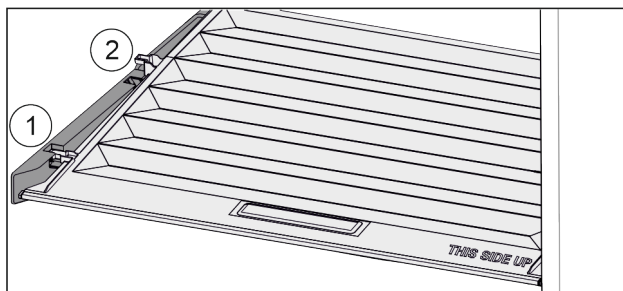

Fig. 97
- ▶ Trageți capacul în față Fig. 97 (1) până la orificiul din piesele suportului.
- ▶ Ridicați în spate de jos și scoateți Fig. 97 (2) în sus.